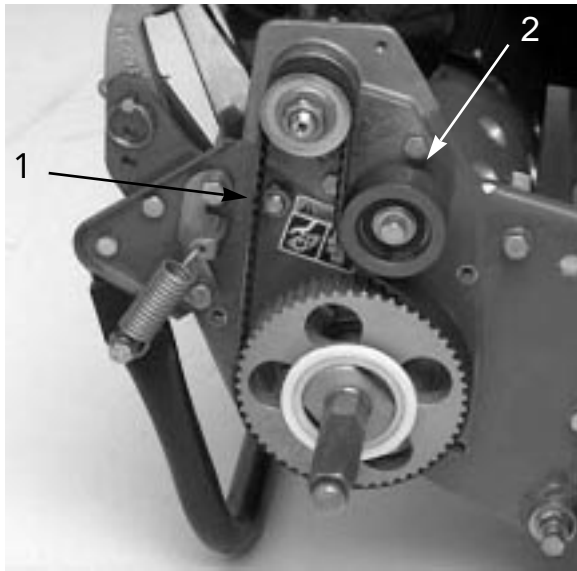

図 38
2. アイドラ・プーリ固定ナットをゆるめ、プーリを右回りに押し、ベルトの背を押し、適当な張りを出す(図38)。